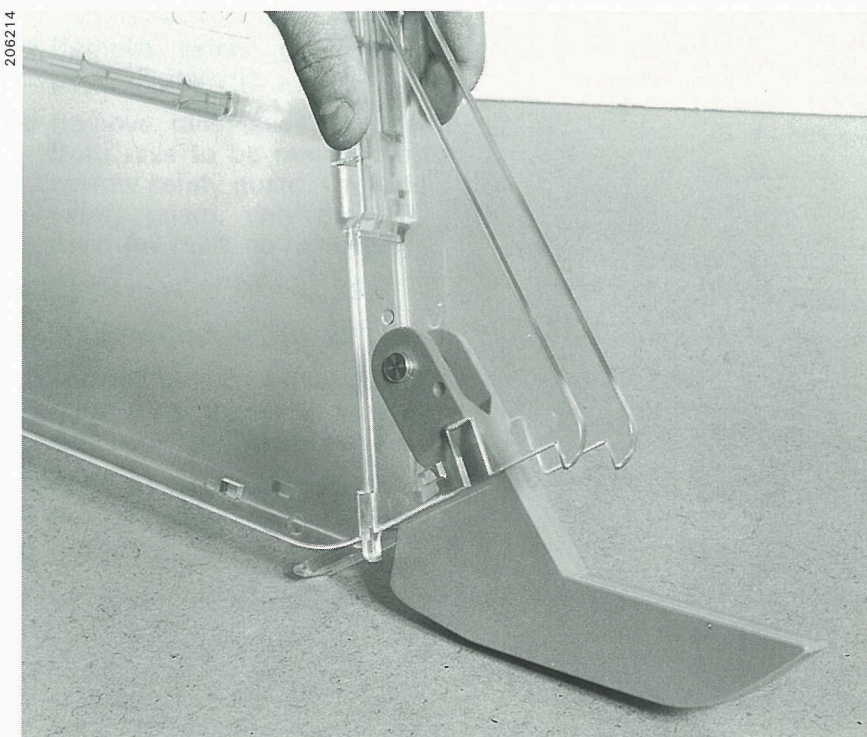

Bild 28 / Figure 28
- Die Ritzblattverdeckung in die dafür vorgesehenen Bohrungen einführen (Bild 28).
- *Introduire la couverture de l'inciseur dans les logements prévus à cet effet (figure 28).*
- Fit scoring sawblade guarding device into holes provided (Fig. 28).